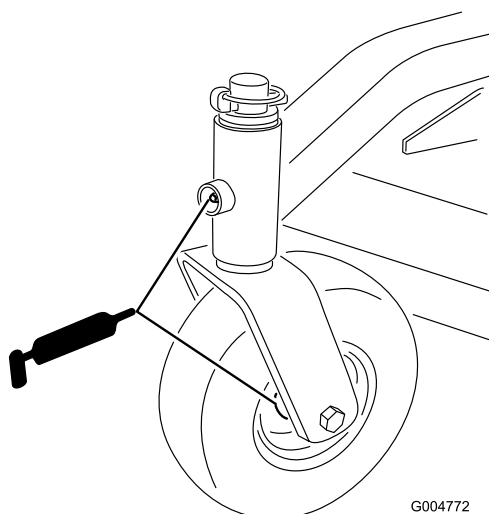

Figura 15
- casquilhos do eixo da roda frontal (Figura 15)
- casquilhos da roda giratória frontal e traseira (Figura 15)